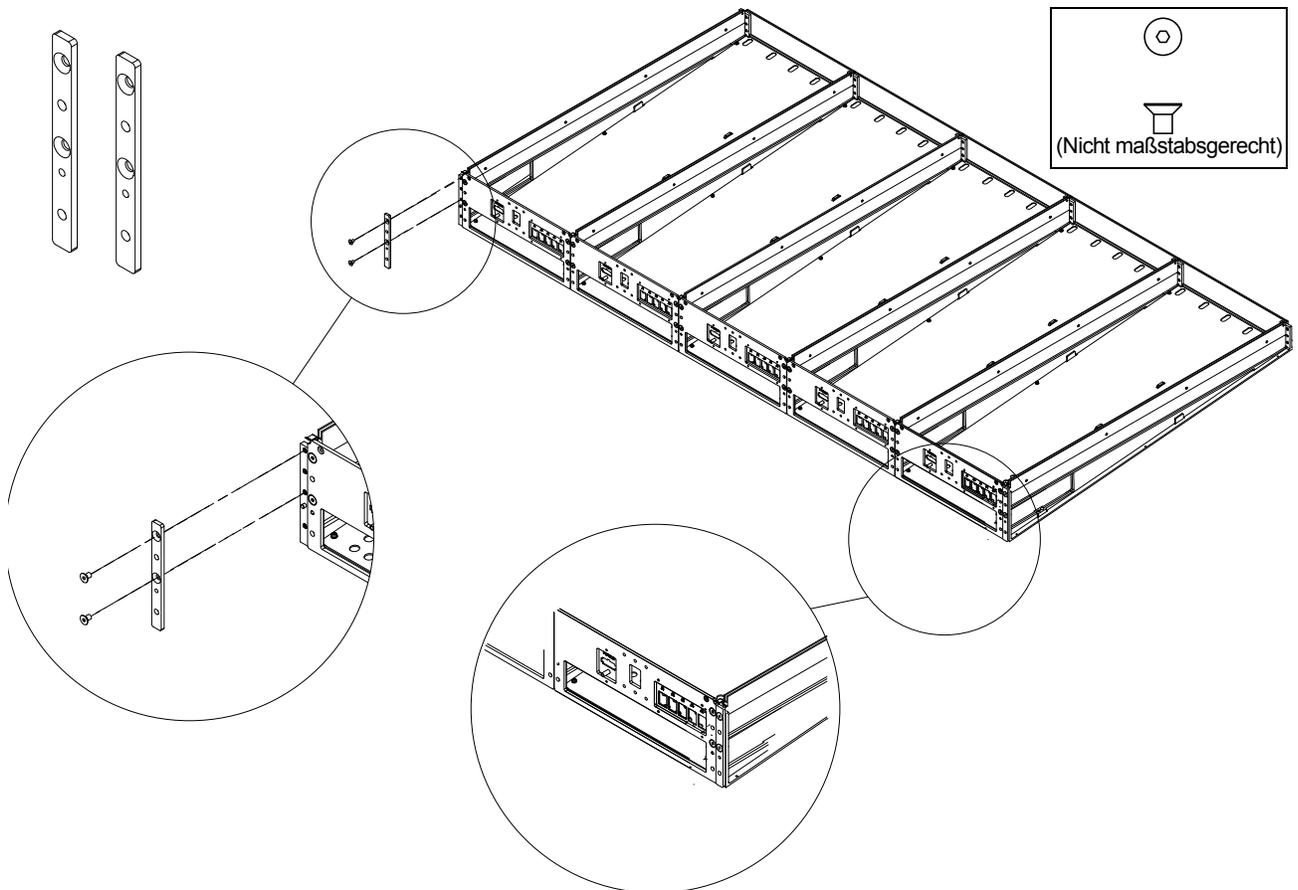

Abbildung 21. Standfußabstandshalter (links oben) und Anbringen der Standfußabstandshalter
- 2 Stellen Sie sich an die Rückseite des Rahmens und bringen Sie einen Abstandshalter an die hinteren linken und rechten Ecken des Rahmens an. Verwenden Sie dafür je zwei Sechskantschrauben, wie in Abbildung 21 dargestellt. Achten Sie darauf, die Abstandshalter richtig auszurichten.